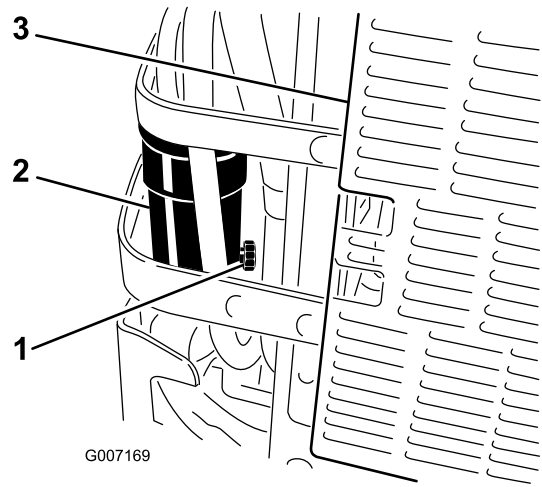

Bild 66
5. Öffnen Sie das Ablassventil am Wasserabscheider um ca. eine Umdrehung, damit das Wasser und andere Verunreinigungen ablaufen können (Bild 66).
6. Schließen Sie das Ablassventil, wenn Diesel austritt (Bild 66).